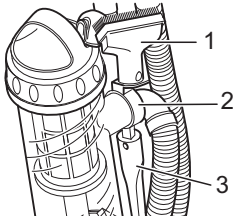

Abb. 4
■ Als **Zubehör** sind die Fugendüse (Abb. 4/3) und die 2 in 1 Kombidüse (Abb. 4/1) im Lieferumfang enthalten. Sie können an der Zubehöralterung (Abb. 4/2) befestigt werden.
- **Fugendüse (Abb. 4/3)**
- 2 in 1 Kombidüse (Abb. 4/1) zu verwenden als: